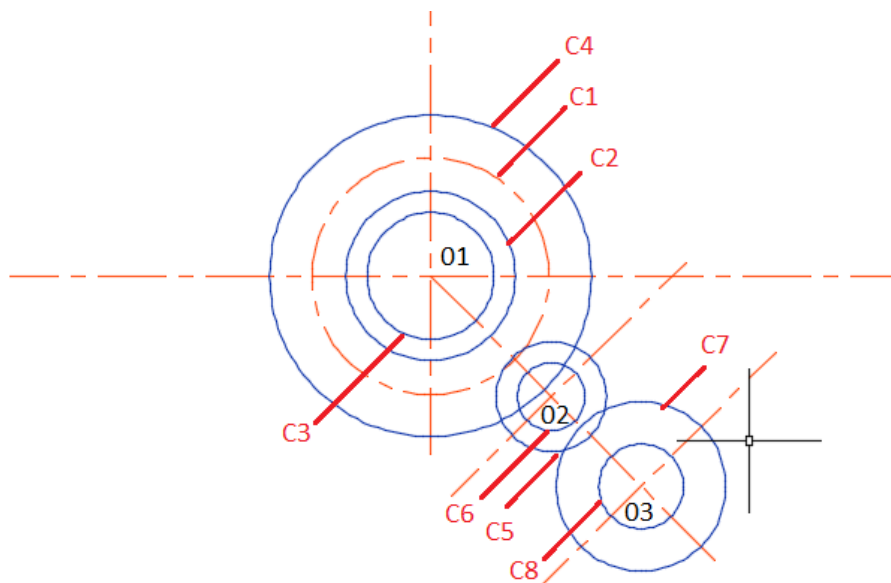

Рис.2.18. Построение окружностей
- 🖥️ Строим окружность C7 с радиусом 10 мм и центром в точке 03, C8 с радиусом 20 мм и центром в точке 03 (рис.2.18).
Укажите центр многоугольника или: Укажите центр с помощью объектной привязки центр  Центр (он должен совпадать с центром пересечения окружности С8 с наклонной осевой линией или точка 03 рис.2.18)